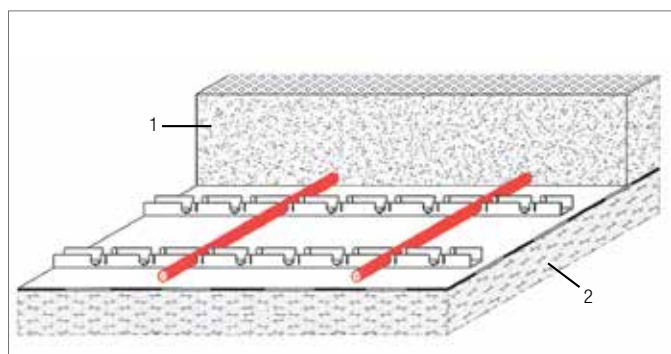

图31-10 钢纤维楼板：在夹紧轨道上安装加热管的特殊施工方式
- 在钢纤维混凝土板中，传统的钢筋板（钢架、钢条）被钢纤维取代。为了保证达到设计的加热管的安装管间距，必须使用额外的固定件。最简单并经过重复测试的方案是用于20x2.0毫米 RAUTHERM S 管的瑞好 RAUFIX 轨道和25x2.3毫米 RAUTHERM S 管的瑞好 RAILFIX 轨道（见图31-10）。如果需要，可以用背衬板代替夹紧轨道。